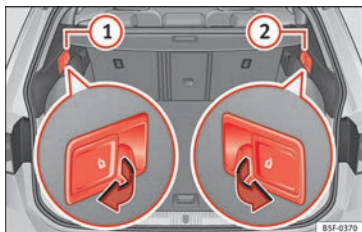

Fig. 112 En el maletero: palancas para desbloqueo a distancia de las partes izquierda (1) y derecha (2) del respaldo trasero.
- Tire de la palanca de desbloqueo a distancia de la parte izquierda » fig. 112 (1) o derecha (2) del respaldo en el sentido de la flecha. La parte desbloqueada del respaldo trasero se abate automáticamente hacia delante.